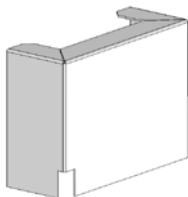

图 7-85 折叠钣金零件
- 5) 右击钣金零件“FeatureManager 设计树”中的平板形式特征, 在弹出的快捷菜单中选择“压缩”命令, 或者单击“钣金”工具栏中的“展开”按钮, 使此按钮弹起, 将钣金零件折叠。折叠钣金零件如图 7-85 所示。